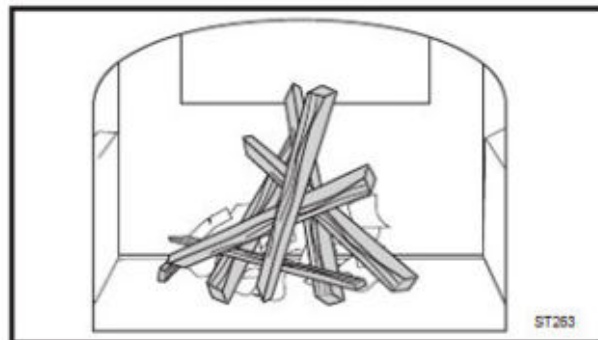

Рис. 28 Разжигайте огонь при помощи бумаги и щепок
**Шаг 2:** Положите немного мятой газеты в печку. Положите на бумагу 6-8 щепок шириной с палец. На щепку положите 2-3 сухих полена толщиной примерно 25-50 мм. (Рис. 28)